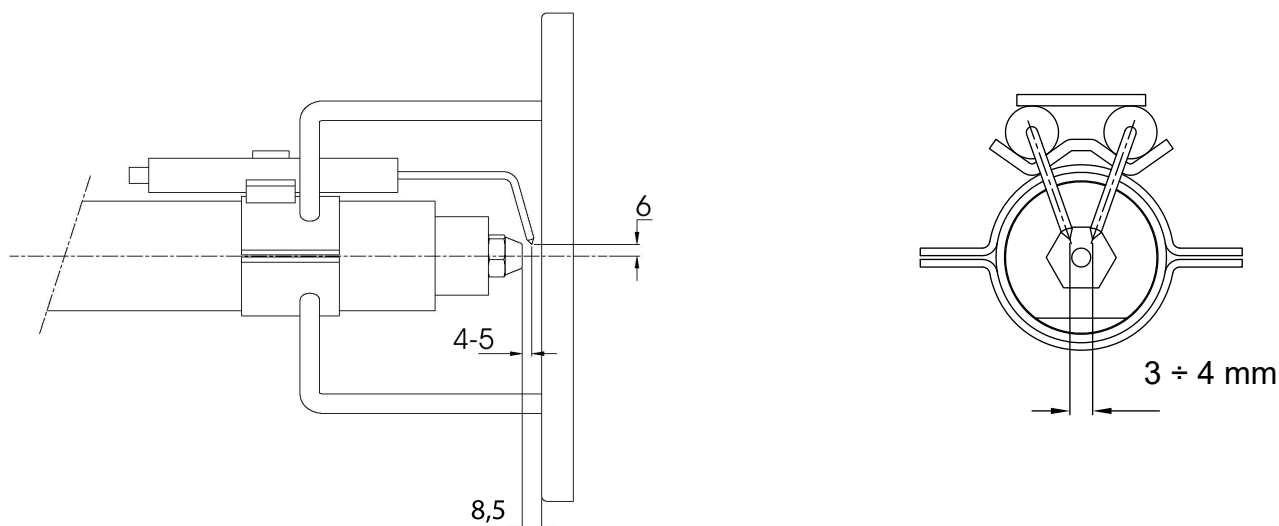

Fig. 17
- smontaggio esame e pulizia testa di combustione (vedere "Estrazione della testa di combustione" a pagina 34), nel successivo rimontaggio rispettare scrupolosamente le misure riportate in Fig. 17;
- esame elettrodi di accensione e relativi isolatori in ceramica, pulizia, eventuale registrazione e, se necessario, sostituzione Fig. 17;
Al fine di garantire una buona accensione è necessario che siano rispettate le misure indicate in Fig. 17.
- 5 estrarre gli elettrodi e sostituirli facendo riferimento alle quote riportate in Fig. 17.